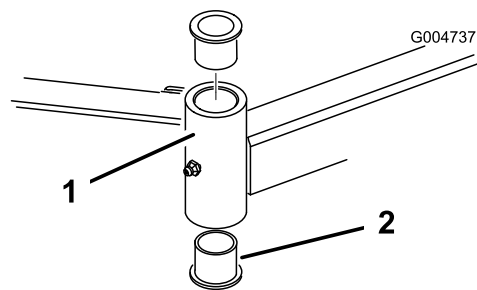

図 96
- ピンポンチを使って、チューブの上または下からブッシュをたたき出す(図 96)。他のブッシュも、同様にしてチューブから取り外す。チューブの内部をきれいに清掃する。